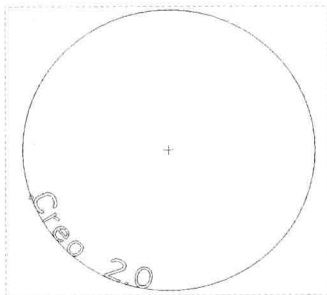

图 2-98 绘制文字
Step 04 选中“沿曲线放置”复选框，在绘图区选择曲线，执行操作后，单击“确定”按钮，即可绘制文字，如图 2-98 所示。